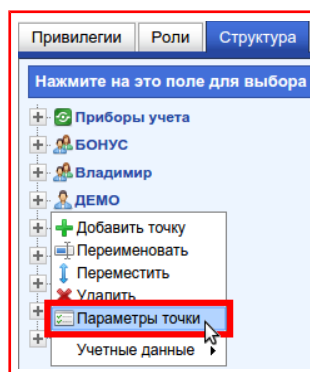

Рисунок 9.71 — Пункт «Параметры точки»
- 2) В появившемся меню выбрать пункт **«Параметры точки»**, рисунок 9.71;